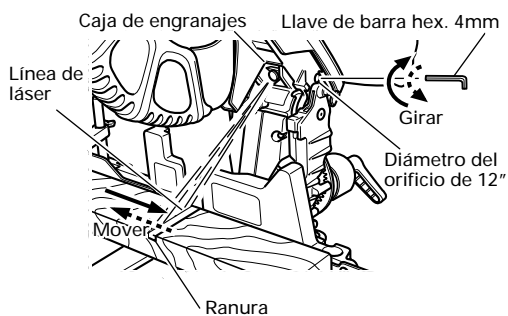

Fig. 19
- (2) A continuación introduzca una llave de barra hexagonal de 4 mm en el orificio de 12 pulgadas de diámetro situado sobre el lado de la caja de engranajes, y gire el tornillo de cabeza hueca hexagonal para desplazar la línea de láser. (Si gira el tornillo de cabeza hexagonal en el sentido de las agujas del reloj, la línea de láser se desplazará hacia la derecha, y si lo gira en sentido contrario a las agujas del reloj, se desplazará hacia la izquierda.) Cuando trabaja con la línea de tinta alineada con el lado izquierdo de la hoja de sierra, alinee la línea de láser con el extremo izquierdo de la ranura. (Fig. 19) Cuando la alinee con el lado derecho de la hoja de sierra, alinee la línea de láser con el lado derecho de la ranura.